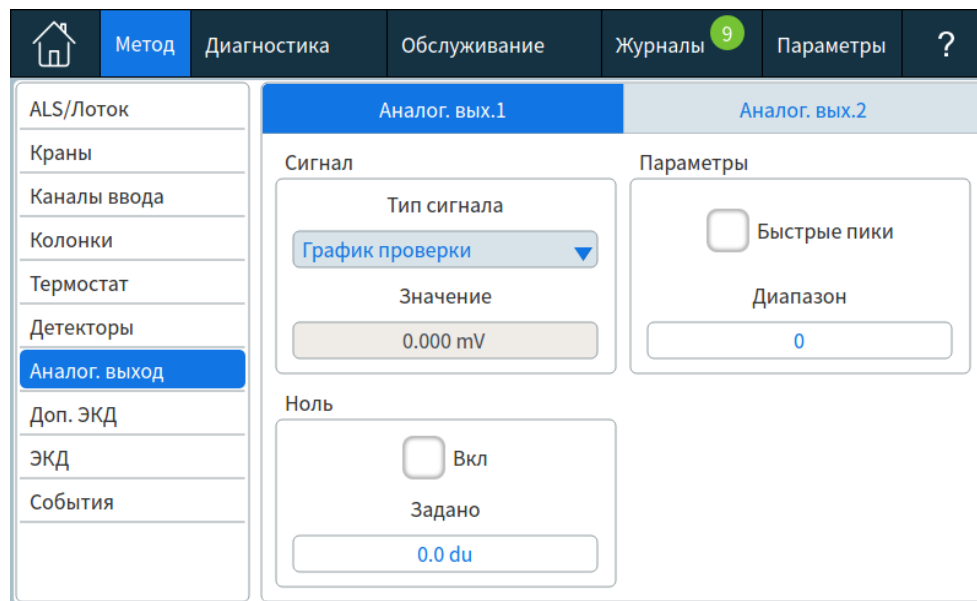

Рис. 58. Страница параметров аналогового сигнала
- 1 Выберите **Параметры > Конфигурация > Аналог. выход**. См. **Рис. 58**.